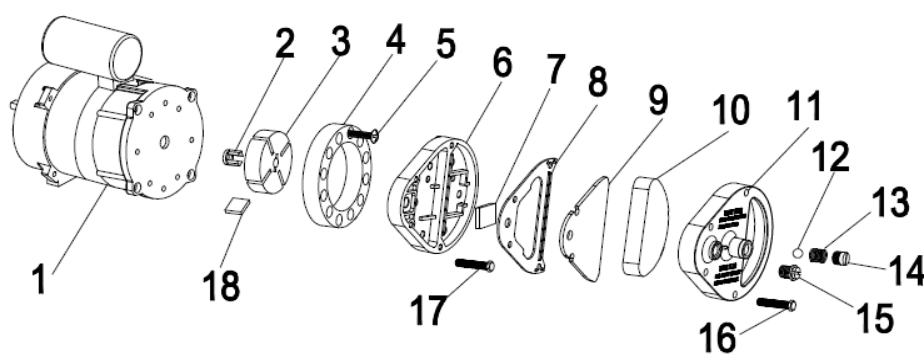

Fig. 3
Remplacer le filtre de sortie d'air (9) une fois par an (Fig. 3)